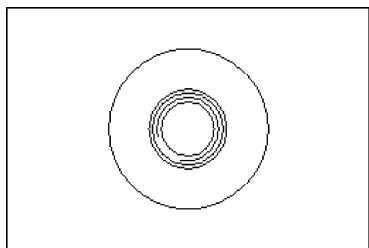

图 10-182 不显示螺母
(18) 选择【遮蔽】选项，在俯视图中选择螺母零件，螺母呈红色加亮显示，如图10-181所示，在图形区单击鼠标中键确认选取，此时俯视图中不再显示螺母，如图10-182所示。